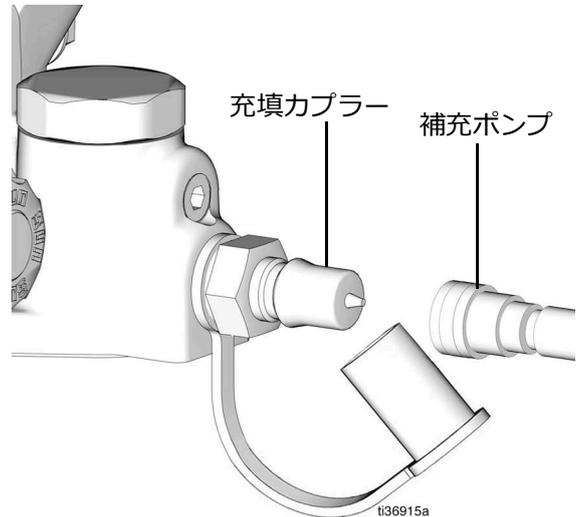

図 2
1. 補充ポンプを充填カップラーに接続してください(図2)。